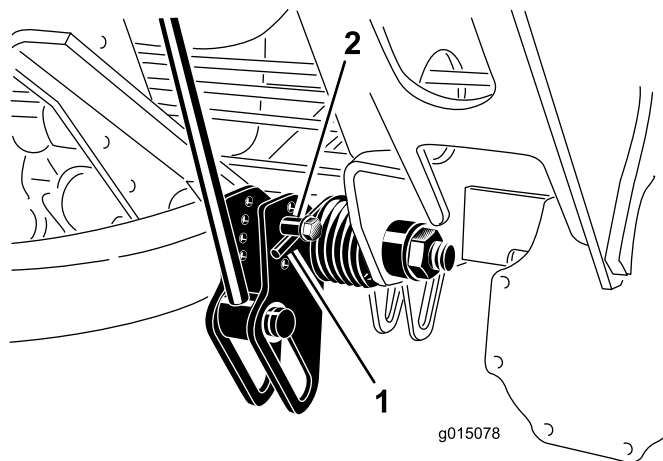

Figura 39
2. Infilate un tubo o un oggetto simile sull'estremità della molla lunga al fine di allentare la tensione della molla durante la messa a punto (Figura 39).
3. Mentre allentate la tensione della molla, togliete il bullone e il dado di bloccaggio che fissano l'attuatore della molla alla staffa (Figura 39).